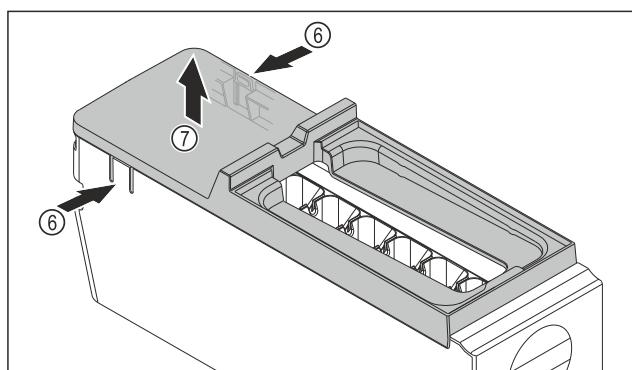

Fig. 142
- Snemite pokrov glavnega dela EasyTwist-Ice: Spone Fig. 142 (6) na obeh straneh glavnega dela EasyTwist-Ice pritisnite z eno roko.
- Pokrov Fig. 142 (7) z drugo roko dvignite in odstranite.